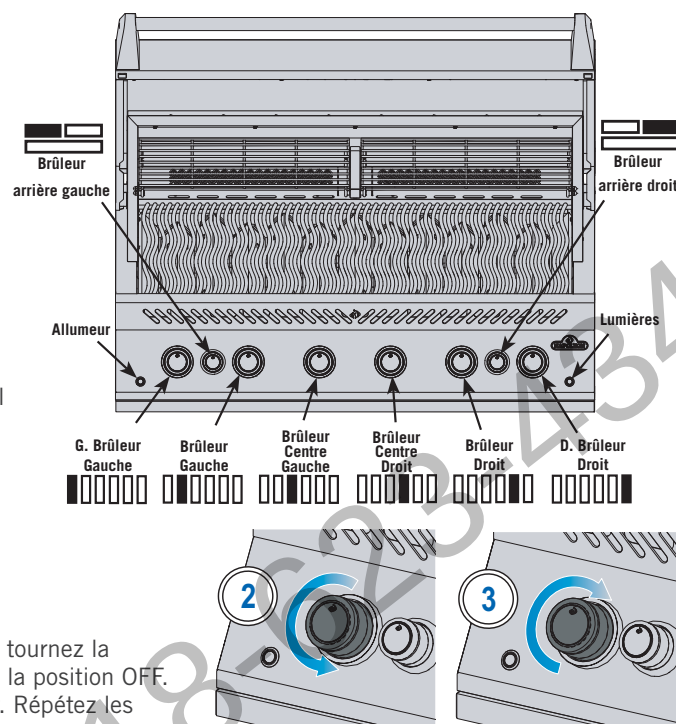

Fig. 1
4. La veilleuse et le brûleur ne s'allument pas en 5 secondes - tournez la commande. dans le sens des aiguilles d'une montre jusqu'à la position OFF. Attendez 5 minutes pour que l'essence s'écoule. se dissiper. Répétez les étapes 2 et 3 ou allumez avec une allumette. (Fig. 1)